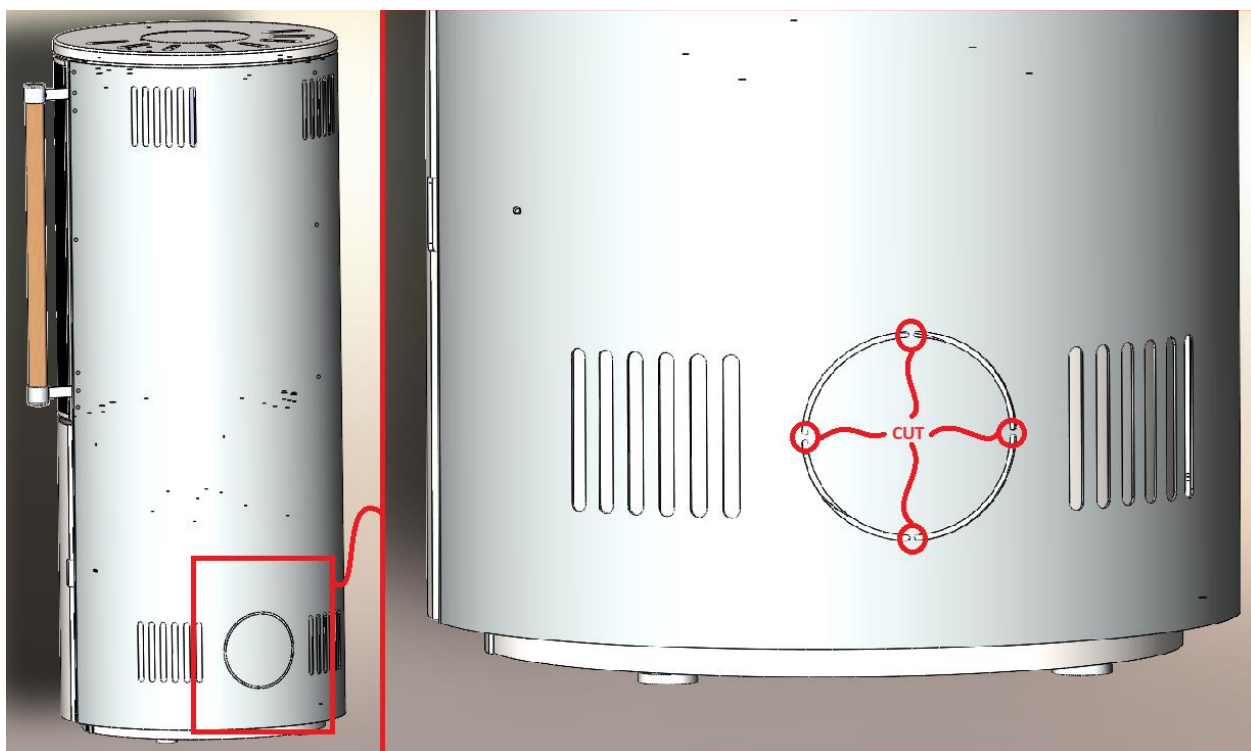

Figura 2 Sostituzione del coperchio alla base del camino per il collegamento dell'aria esterna
3. Figura 2 Sostituzione del coperchio alla base del camino per il collegamento dell'aria esterna	Pagina 6